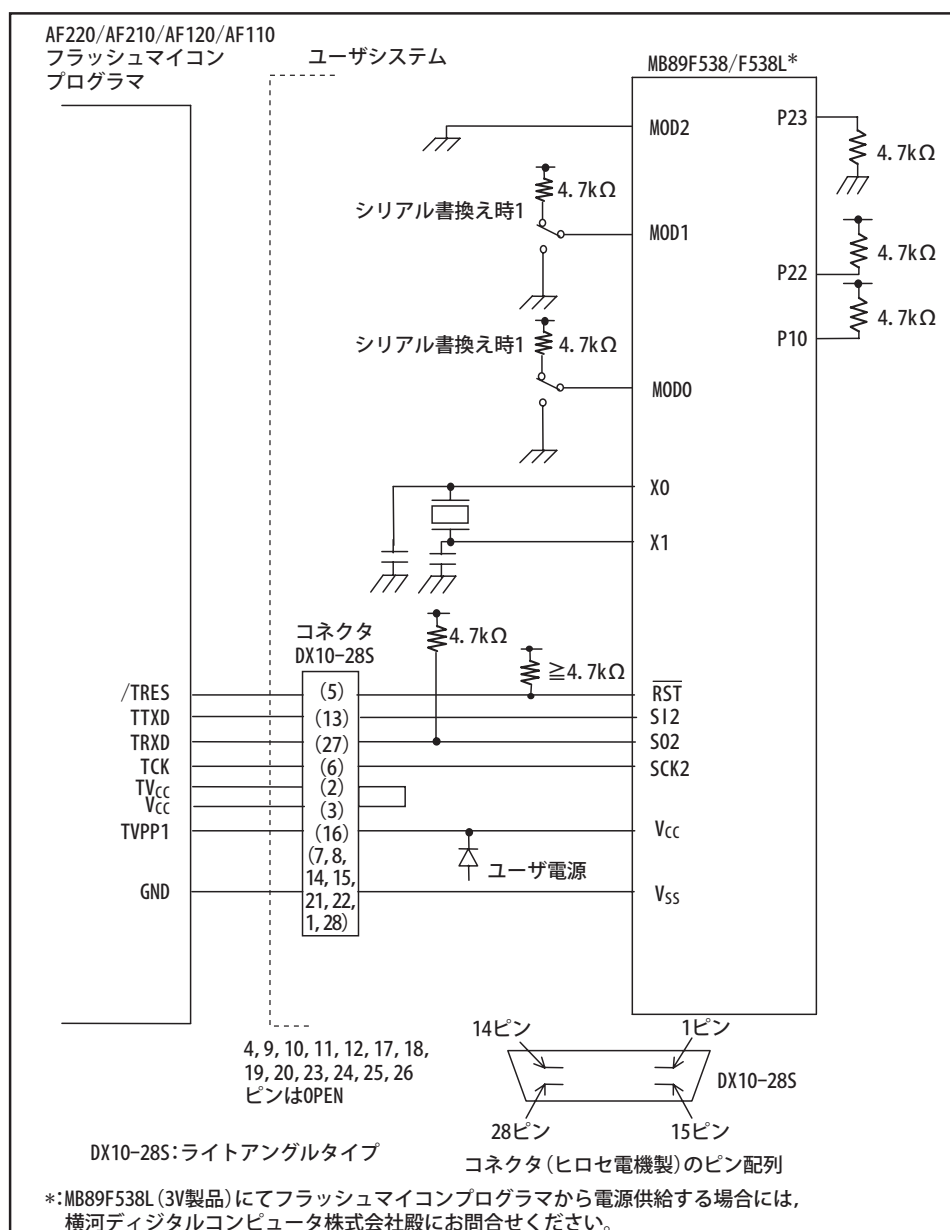

図 23.5-1 MB89F538/F538L フラッシュマイコンプログラマとの接続例
シリアル書き込み時に，各端子を図 23.5-1 のように設定した場合は，MOD1, MOD0 とフラッシュマイコンプログラマとの接続は必要ありません。
フラッシュマイコンプログラマとの最小限の接続例（フラッシュマイコンプログラマから電源供給時）を図 23.5-1 に示します。
- 図 23.5-1 に示す MB89F538/F538L フラッシュマイコンプログラムの接続例(フラッシュマイコンプログラマから電源供給時)のプルアップ抵抗、プルダウン抵抗の値は参考値です。また、ノイズの影響により、MOD0, MOD1 端子の入力レベルが変動する可能性がある場合には、コンデンサを接続したノイズ対策をしてください。